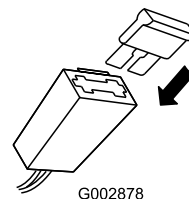

Figura 9
2. Inserite il fusibile nel portafusibili come da illustrazione (Figura 9).